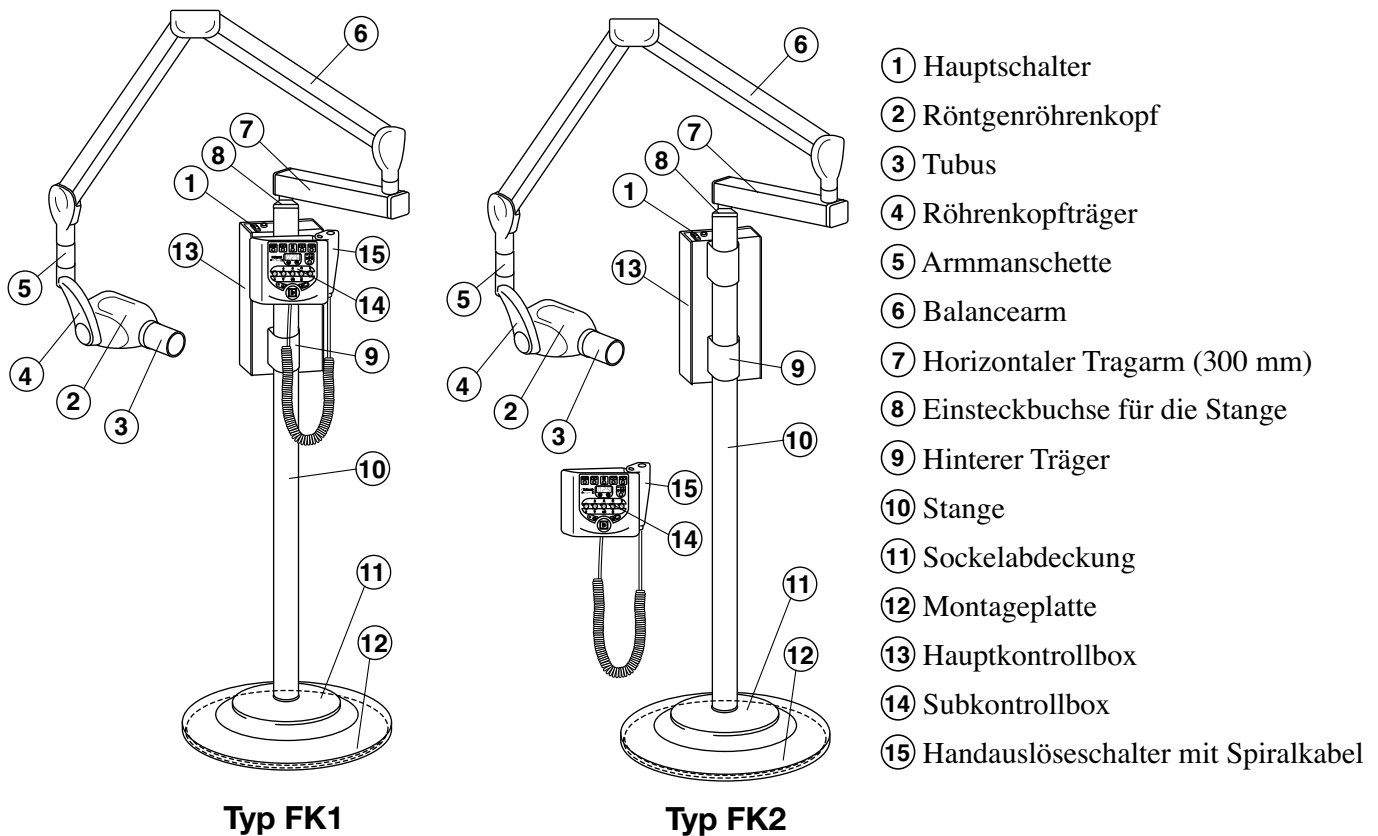

Abb. 2-1 Hauptkomponenten von FK1/FK2
① Hauptschalter (Abb. 2-1 ~ Abb. 2-5)